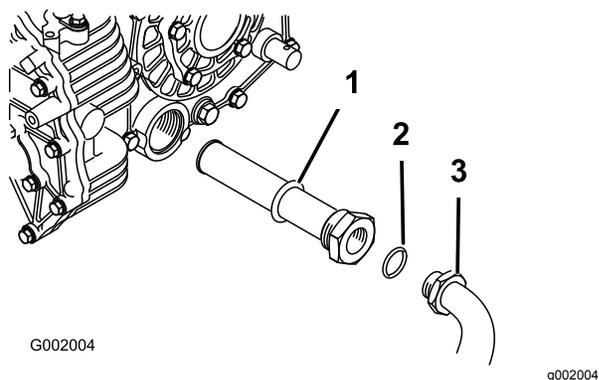

Рисунок 54
5. Снимите гидравлический шланг и прямоугольный штуцер (Рисунок 54).